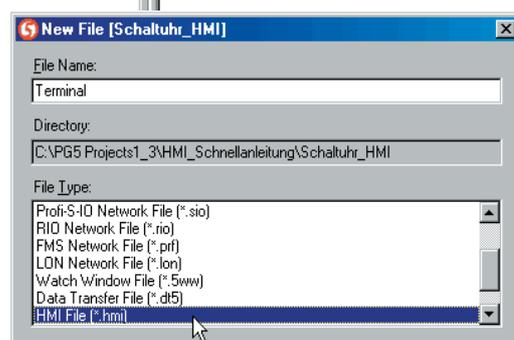
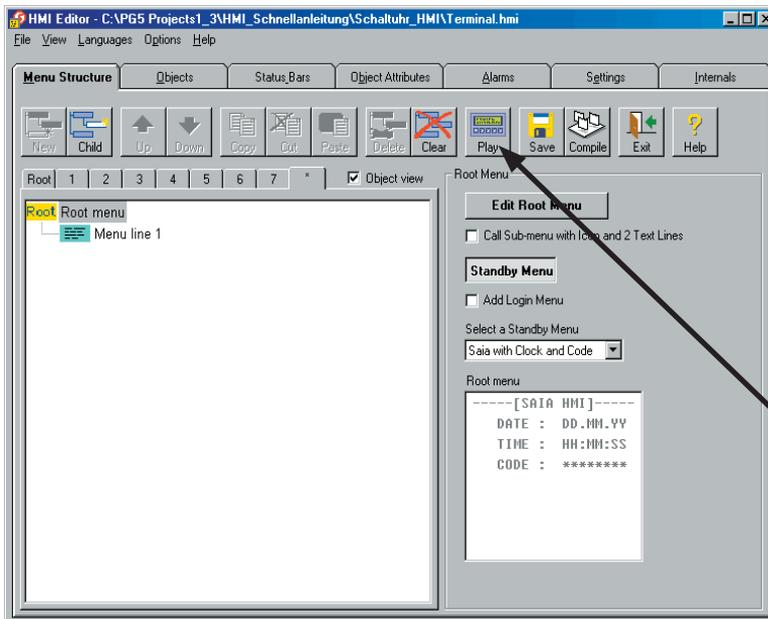

Bild 7
Bild 8
3. Sie eröffnen in der CPU "Schaltuhr_HMI" eine neue Datei namens „Terminal“ vom Typ ".HMI" (Bild7) und befinden sich anschliessend im HMI-Editor (Bild8).
Ob Sie das richtige Gerät ausgewählt haben, können Sie überprüfen, in dem Sie kurz auf [Menu Structure] umschalten und den Knopf <Play> drücken (Bild8).